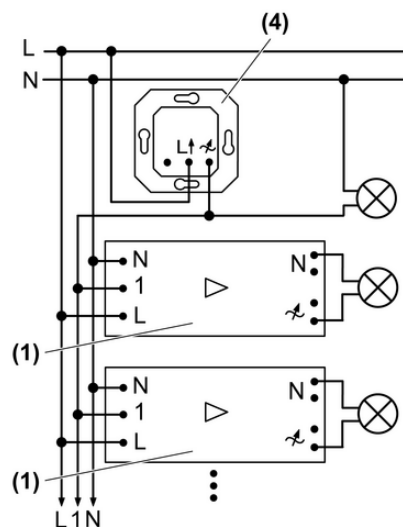

Bild 2
- Leistungszusatz gemäß Anschlussplan anschließen (Bild 2).